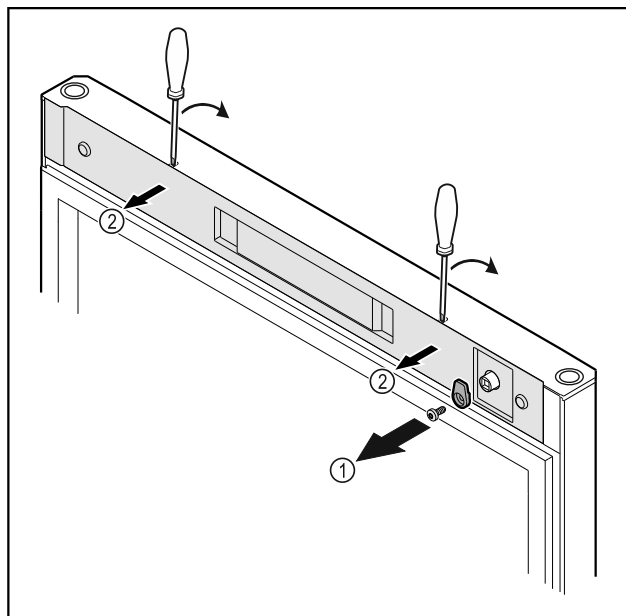

Fig. 15
- Svitare i ganci di chiusura Fig. 15 (1).
- Disinnestare la copertura Fig. 15 (2) con l'ausilio di un piccolo cacciavite e rimuoverla.